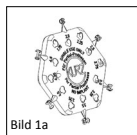

Bild 1a
■ **Bild 1a, 1b/2** Tolkskivan (Bild 1a, 1b) för partialproteser har sex separata tolkar av olika längd (2,0 - 4,5 mm) som är fastgjorda i satellitform. På baksidan av varje tolk anges motsvarande längd (Bild 2). Öppningarna och borrhålen är till för att minska vikten, såväl som att ge bättre översikt under mättingsförloppet i mellanörat.